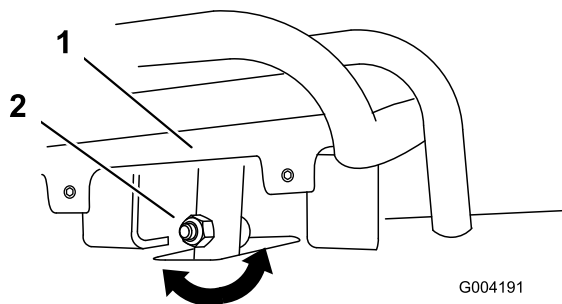
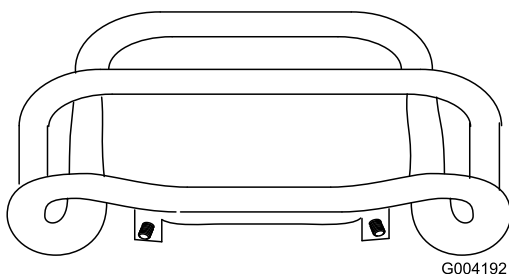

Figure 48
Figure 49
4. Si l'avant de la commande de déplacement n'est pas d'équerre et de niveau avec la barre de référence, desserrez l'écrou et le boulon à embase de la tige de la commande de déplacement (Figure 48).
5. Réglez la commande de déplacement de sorte qu'elle soit de niveau et en appui contre la barre de référence lorsqu'elle est tirée tout droit en arrière (Figure 48 et Figure 49).